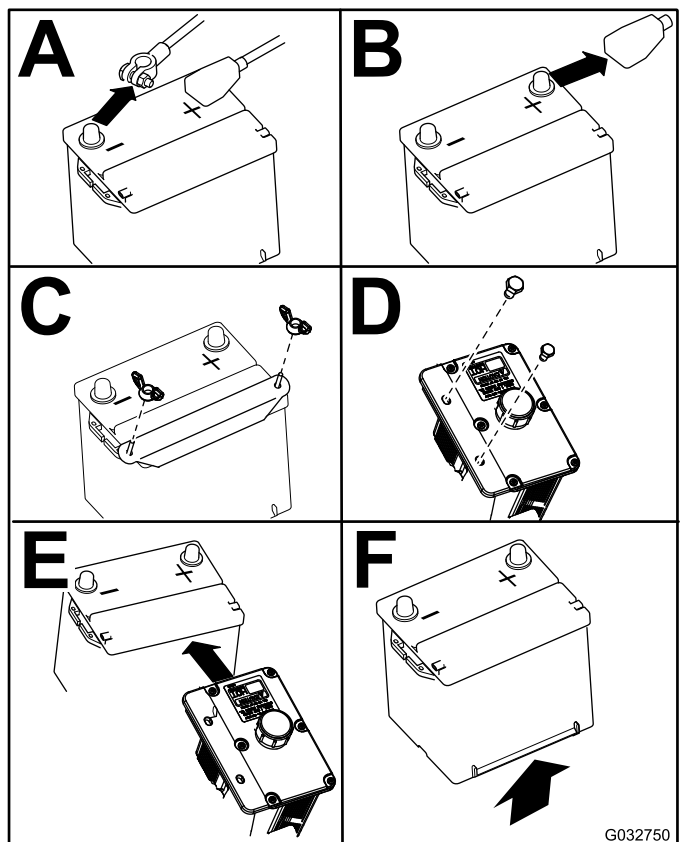

Figura 47
4. Remova a bateria como se mostra na Figura 47.